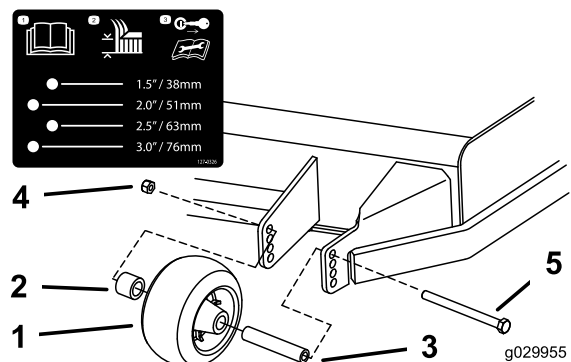
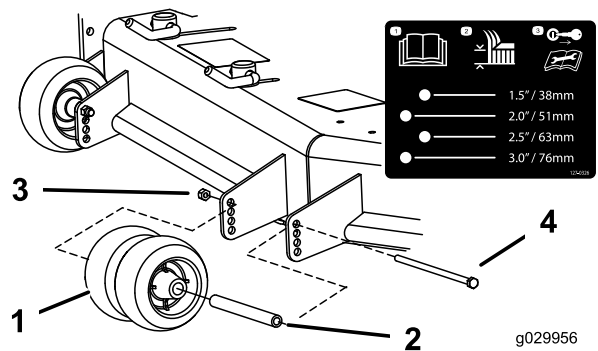
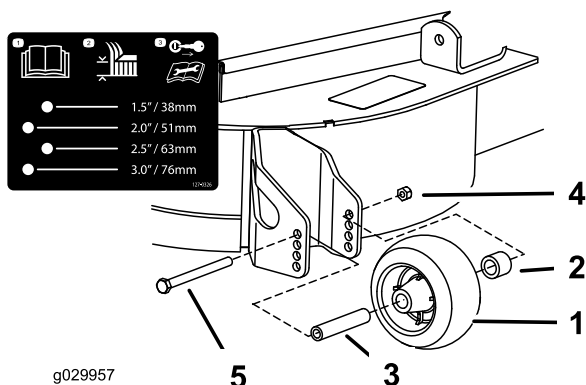

Figure 29
Figure 30
Figure 31
3. Réglez les galets anti-scalp comme montré à la Figure 29, la Figure 30 et la Figure 31.